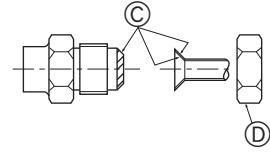

Fig. 5-6
- ① Подсоедините распределительную гребёнку прибора (включая манометр) к сервисному порту около газового стопорного клапана внешнего прибора с таким расчётом, чтобы можно было измерить давление хладоагента.
- ② Включите электропитание (автоматический выключатель).
- ③ Закройте стопорный клапан жидкости и выполните тестовый прогон режима охлаждения (переключатели SW4-1: ВЫКЛ и SW4-2: ВЫКЛ).
- ④ Когда давление упадёт до 0,05 - 0,00 МПа* (примерно 0,5 - 0,0 кгс/см²), полностью закройте газовый стопорный клапан.
- ⑤ Если в систему кондиционирования воздуха было закачено слишком много хладагента, давление может не снизиться до 0,5 кгс/см². Если это произошло, удалите весь хладагент из системы с помощью собирающего устройства и после переноса внутреннего или внешнего прибора на новое место снова зарядите систему.
- ⑥ Выключите режим кондиционирования воздуха (SW4-1: ВЫКЛ и SW4-2: ВЫКЛ).
- ⑦ Выключите электропитание (автоматический выключатель).
5.5. Соединение труб (Fig. 5-6)
- Нанесите тонкий слой масла хладагента на контактную поверхность труб и соединений перед тем, как затягивать гайку с фланцем. ⑧
- Для затягивания трубных соединений используйте два гаечных ключа. ⑨
- Нанесите машинное масло охлаждения на всю поверхность области присоединения муфты. ⑩
- Использование гайки раструбного стыка. ⑪
Ⓐ (Fig. 5-6)
Ⓑ (Fig. 5-6)